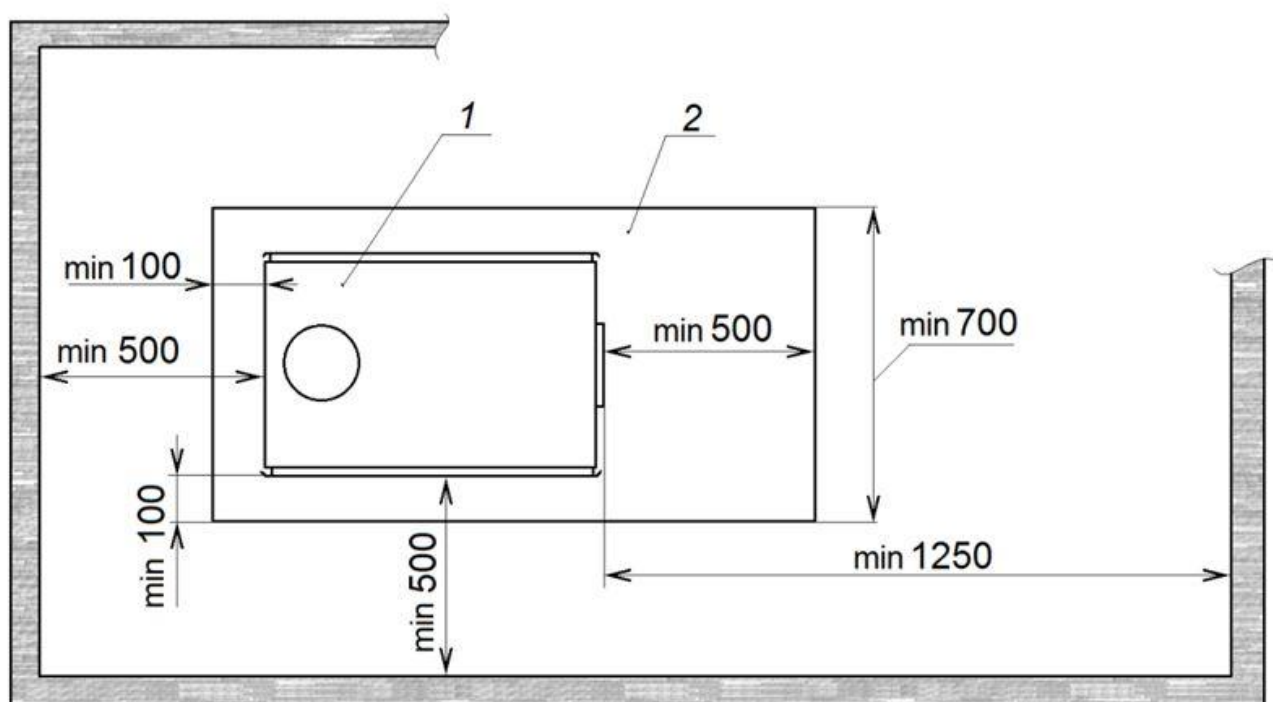

Рисунок 2. Установка печи в помещении.
4.3. Пол под печью должен быть выполнен из несгораемого материала. При установке на сгораемые конструкции здания, печь должна быть установлена на металлический лист толщиной не менее 1мм с подкладкой из негорючего теплоизоляционного материала толщиной не менее 10мм (см. рис. 2). Перед печью, со стороны топочной дверцы, металлический лист должен выступать не менее чем на 500 мм, а ширина листа должна быть не менее 700 мм.